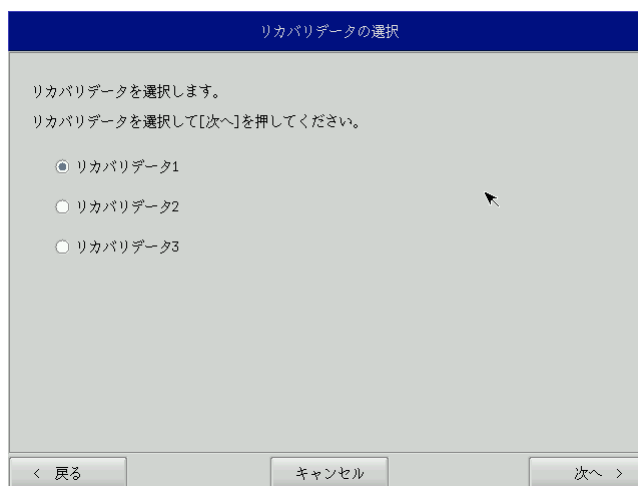

図 6-2-1. リカバリデータ選択画面
- ⑤ リカバリデータ選択画面（図 6-2-1）が表示されます。製品に合わせてリカバリデータを選択し、[次へ]ボタンを押します。表 6-2-1にMTシリーズで選択できるリカバリデータを示します。